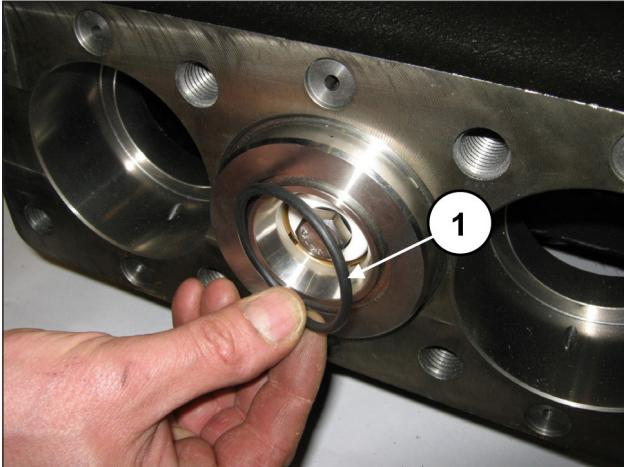
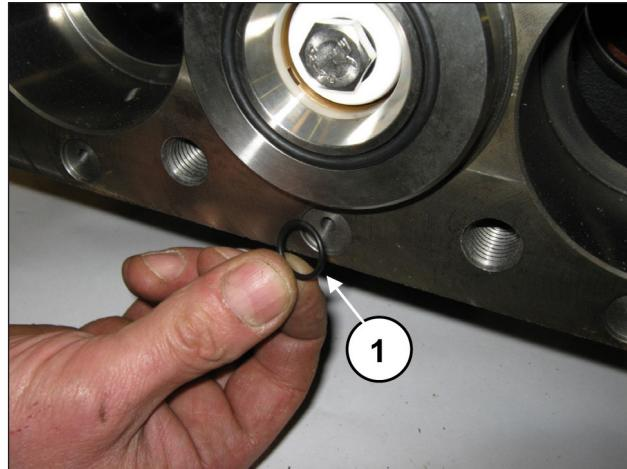

Рис. 189
Рис. 190
Установите уплотнительное кольцо O-ring рубашки (поз. ①, Рис. 189) и O-ring отверстия рециркуляции (поз. ①, Рис. 190).